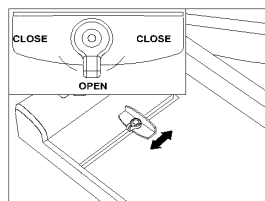

Figura 2
3. Spostare la guida di posizionamento in base alle esigenze (figura 2):